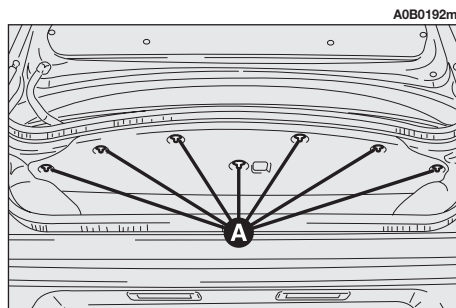

fig. 63
– Tourner les boutons de fixation (**A-fig. 63**) jusqu'à entendre le déclic et baisser le revêtement.